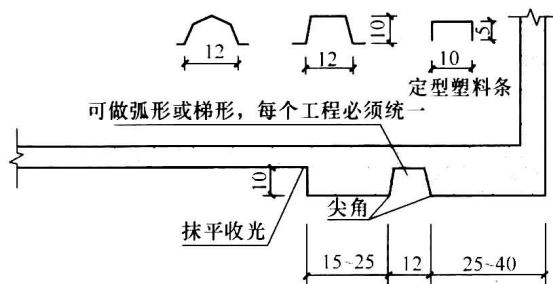

图 1-9 滴水槽
(2) 室外突出墙面超过 6 cm 者（如雨篷、挑檐、阳台、遮阳板等）上面做成流水坡度，下面做成滴水槽，如图 1-9 所示。